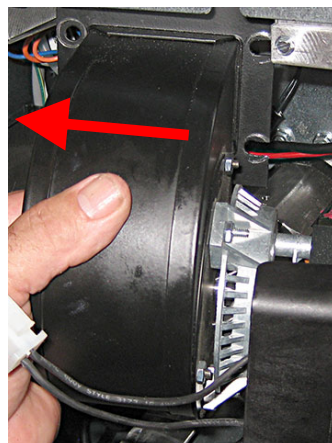

図12
15. ブLOWERを右側のナットから左側にスライドさせます（図12を参照）。